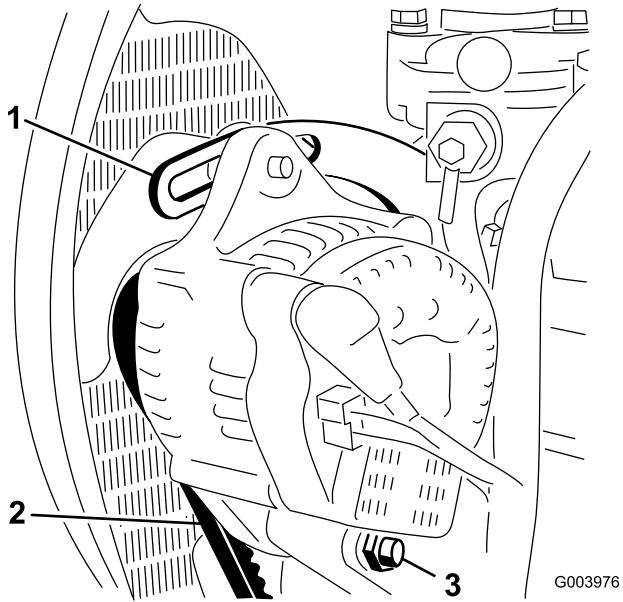

图71
2. 检查交流发电机皮带张紧力的方法：使用 10kg 的力按压交流发电机和曲轴箱皮带轮之间的皮带（图 71）中间位置。
3. 松开将皮带环形支架固定到发动机（图71）的螺栓，以及将交流发电机固定到皮带环形支架上的螺栓和枢轴螺栓。